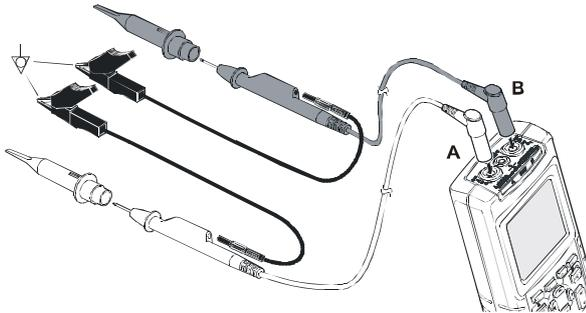

Figura 4-1. Collegamento degli ingressi per misure Fieldbus
⑥   Selezionare i puntali dell'ingresso A e B o il tipo di sonda.
⑦ Collegare gli ingressi come descritto nella Figura 4-1.